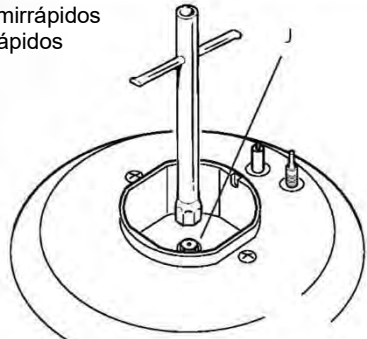

Fig. 2.2
- Usando una llave, sustituya los inyectores de boquilla «J» (Fig. 2.2, 2.3) por los más adecuados para el tipo de gas con el que se van a utilizar.